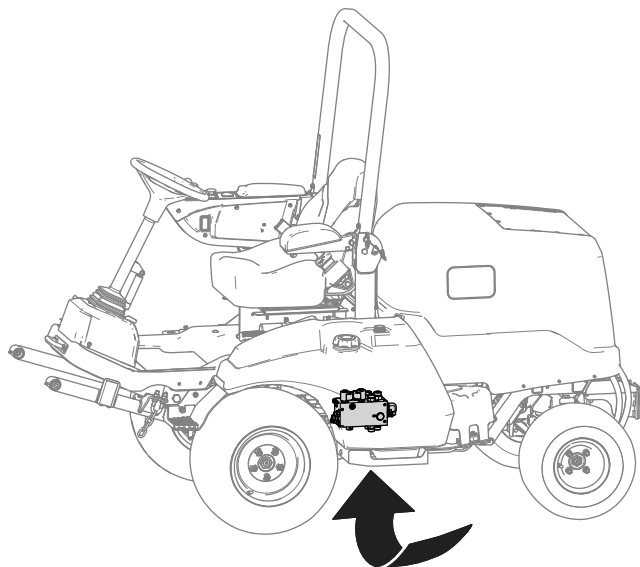

図 9
- A. 油圧マニホルドの下にオイルを受ける容器をおく図 9に示す。